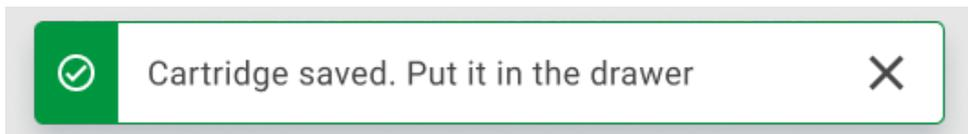

Figure 27. Écran de cartouche enregistrée.
11. Après un scan réussi, la boîte de dialogue suivante s'affiche brièvement en haut de l'écran (figure 27).